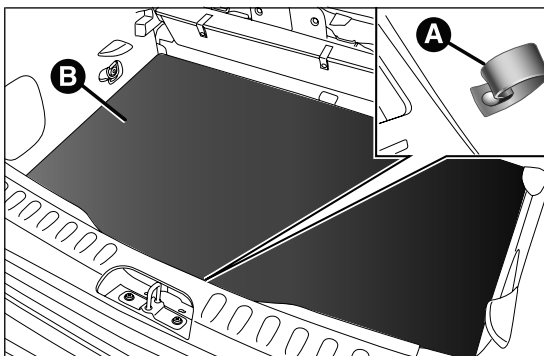

fig. 145
- ☐ abrir el maletero, tirar de la lengüeta A fig. 145 y levantar la alfombrilla de revestimiento B hacia arriba;